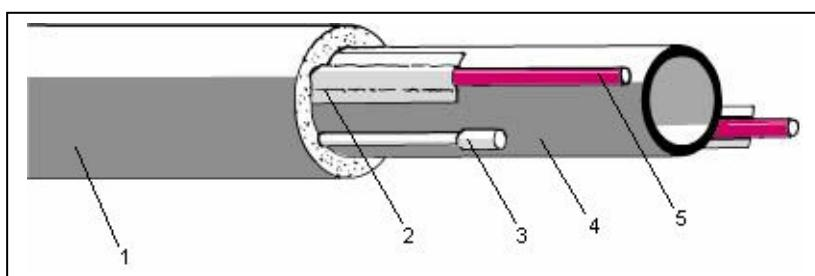

Рис. 6. Монтаж нагревательного кабеля на водопроводных трубах.
14. Теплоотдача смонтированной кабельной системы (на 1 погонный метр трубы) должна быть не меньше расчётных удельных теплопотерь трубопровода. В соответствии с этим выбирается схема укладки кабеля - продольными линиями или спиралью. Пример монтажа кабеля на трубе в 2 линии приведён на рис.6. При обогреве дренажных систем или систем водоснабжения с непостоянной подачей воды рекомендуется монтировать кабель снизу трубы.